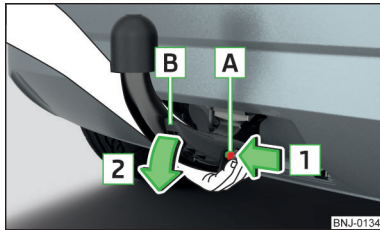

Abb. 252 Kugelstange lösen
- Die Kugelstange von unten fassen » Abb. 252.